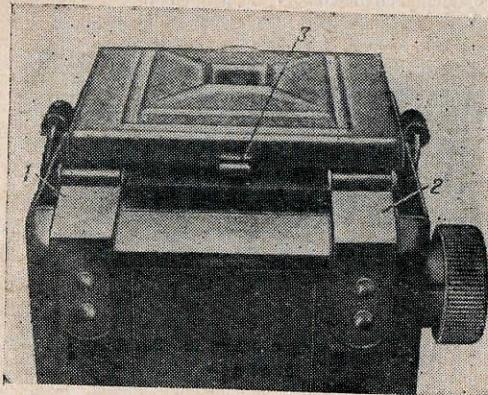

Рис. 60. Замки запора задней крышки
Не закрывается, отскакивает козырек видоискателя. Нарушен правильный изгиб запорных усиков. Осторожно плоскогубцами подгибают внутрь наружный усик крышки 3 (рис. 60) или отгибают наружу внутренний усик (на
**Замки запора задней крышки.** Неисправность замков устраняется следующим образом: полностью открывают заднюю крышку и подгибают книзу пружинные лапки (1 и 2 на рис. 60). В случае если пружинная лапка вырвалась с заклепок, оставшиеся концы заклепок спиливают до основания и выбивают пробойником. Затем точно по отверстиям изготавливают две алюминиевые заклепки, вставляют их в отверстия, надевают на них лапки и расклепывают заклепки с внутренней стороны крышки. Для расклепывания под заклепки с обратной стороны подкладывается плоскость наковальни.